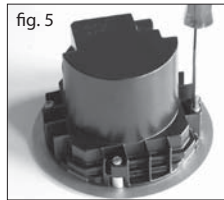

fig. 5
- Dévisser le cadre ( fig. 5 )